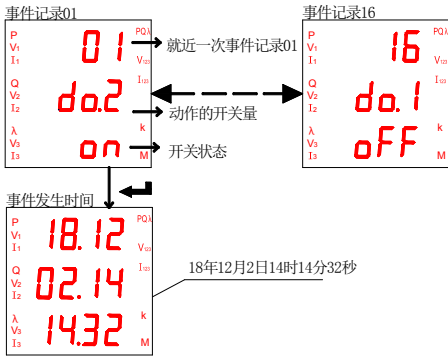

图 14
5.2.2 查看 AMC72/96 的事件记录的步骤如图 14 所示